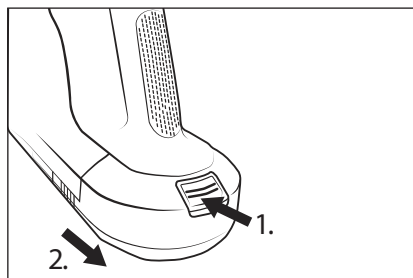

Fig. 13
- ♦ Para desmontar la batería **2** del aparato, mantenga pulsado el botón de desencastre de la batería **1** y tire de la batería **2** para extraerla del aparato (consulte la fig. 13).